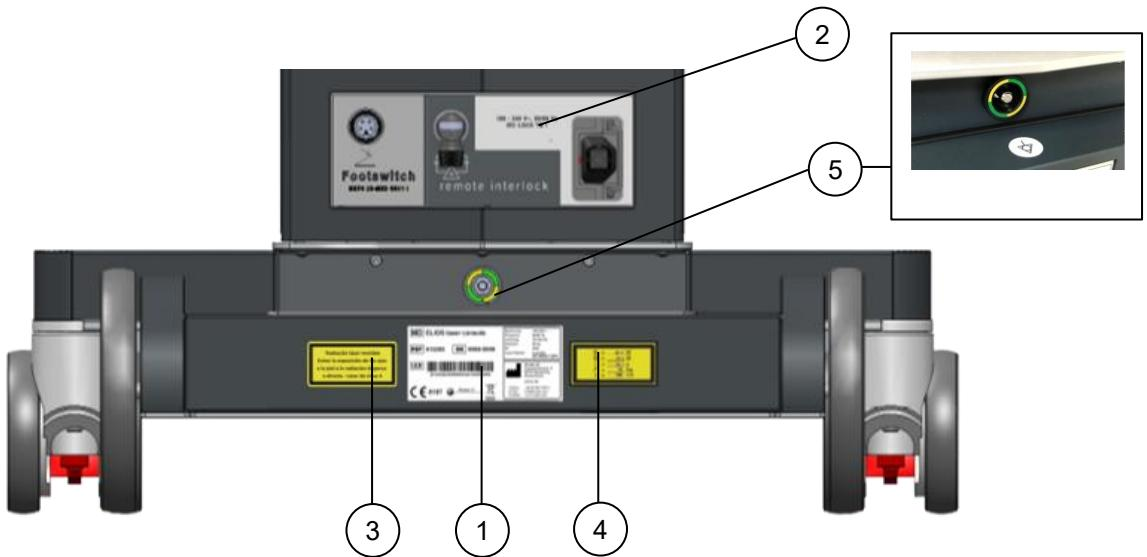

Fig. 2-1: Vista posterior
2.	<p>Etiquetado de los conexiones.</p> <p>conexión a red eléctrica ("100 – 240 V~, 50/60 Hz IEC LOCK TM !")</p> <p> pedal („Footswitch”)</p> <p> bloqueo remoto ("remote interlock")</p> <p>La etiqueta se encuentra en el panel posterior del láser (ver Fig. 2-1).</p>
3.	<p>La ELIOS laser console genera radiación láser de clase 4. No exponer los ojos ni la piel a esta radiación invisible.</p> <p>La etiqueta correspondiente se encuentra en el panel posterior del láser (ver Fig. 2-1).</p>
4.	<p>La información de salida de radiación láser se especifica en la etiqueta ilustrada.</p> <p>La etiqueta se encuentra en la parte posterior del láser (ver Fig. 2-1).</p>
5.	<p>Conector de equipotencialidad.</p> <p>La etiqueta se encuentra en la parte posterior del láser (ver Fig. 2-1).</p>